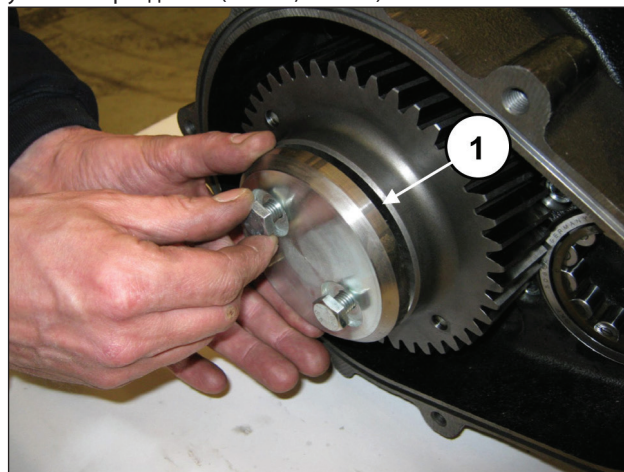

Рис. 78
Закрепите фиксатор зубчатого венца (поз. ①, Рис. 78) с помощью 2 винтов М10x25.